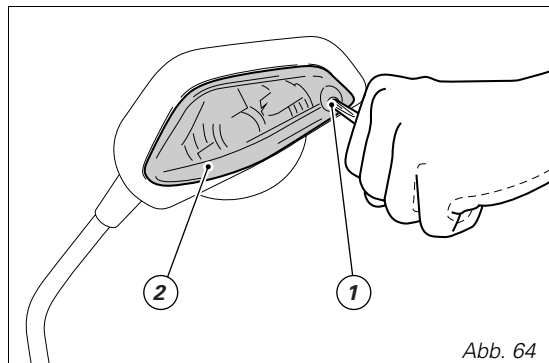

Abb. 64
Die vorderen Blinker sind in den Rückspiegeln integriert. Zum Austausch der Glühbirnen die Schraube (1) lösen und die Linse (2) des Blinkers vom Rückspiegelkörper (Abb. 64) nehmen.